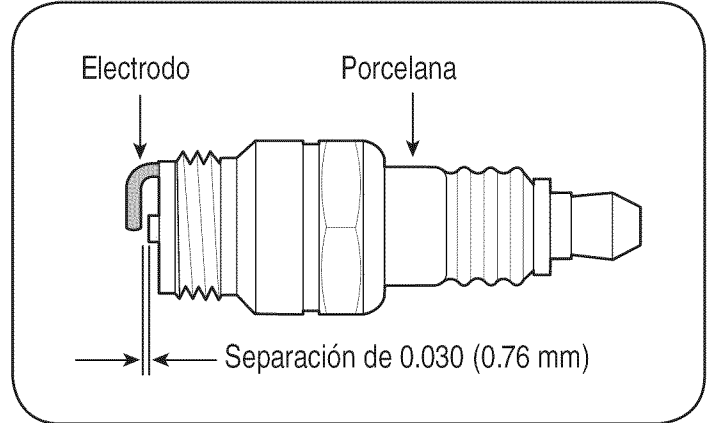

Figura 12
- Saque e inspeccione la bujía. Verifique la separación para asegurarse de que está fijada en 0.030". Vea la Figura 12.